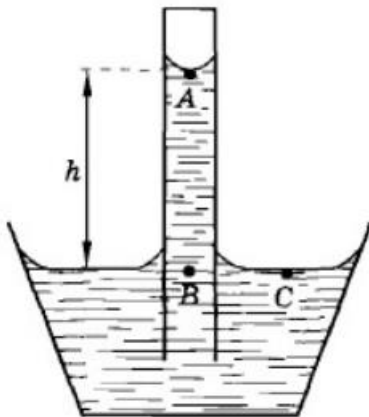

РИС.4.
3. Закрепите капиллярную трубку на штативе и опустите в стакан с водой, не касаясь дна (рис.4). Измерьте высоту h подъема воды в трубке.